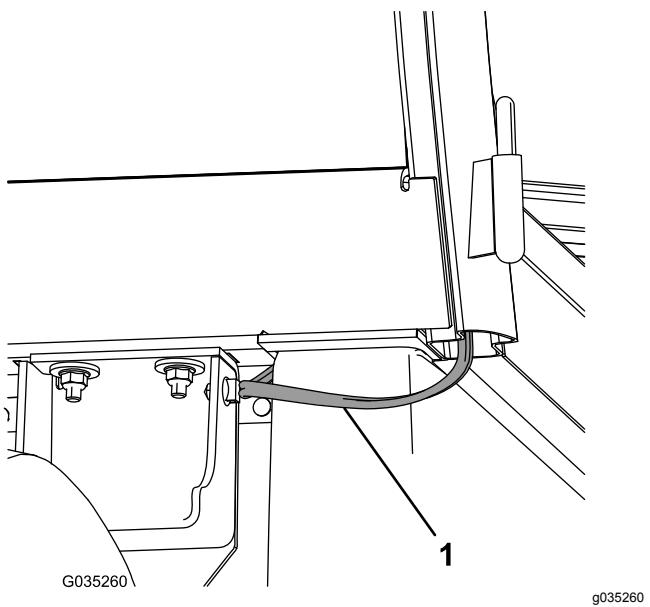

Figure 19
- Faites passer le faisceau de câblage derrière la cabine et sous le siège, puis fixez le clip du faisceau de câblage au panneau latéral (Figure 19).